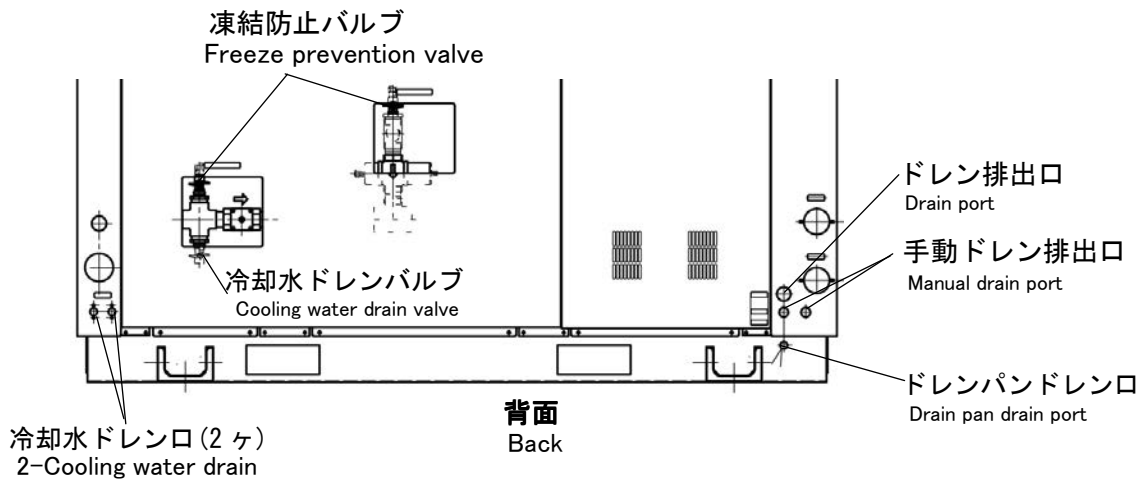

図 1 Figure 1
やむを得ず立ち上がりを設ける場合は、バルブまたはドレントラップを取り付け、水が抜けるようにしてください。(図1)
Do not allow a rise in the piping from the air compressor to the air dryer. If you cannot avoid a rise, install a valve or drain trap so that water can discharge. (See Fig. 1.)
1. 図 1 に示すドレンパンドレン口 (R3/8) に配管してください。
Attach R 3/8 piping to the drainpan drain port of Figure 1.
1. 図 1 に示す冷却水ドレン口 (Rp1/4) のプラグを外し、配管してください。配管の途中には別途バルブを設け、通常はバルブを閉じてください。
Remove the plug from the cooling water drain (Rp 1/4) of Figure 1 and attach piping. Install a valve along the piping and keep it normally closed.
3. 7 項図 1 に示す凍結防止バルブを開いてください。凍結防止バルブは、本機内の制水弁をバイパスします。凍結防止バルブを開かないと、本機停止中は制水弁が閉じているので冷却水は循環しません。本機を運転する場合は、必ず凍結防止バルブを閉じてください。
Open the freeze prevention valve of Figure1 in section 3.7.